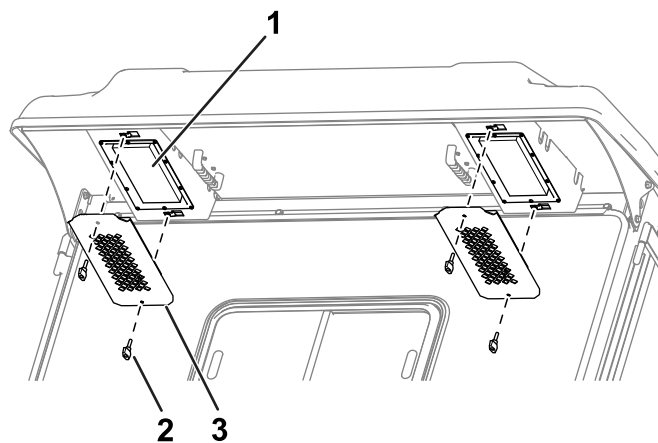

Figura 116
1. Retire los pomos y las rejillas del reborde trasero de la cabina (Figura 116).
4. Utilice los pomos y las rejillas para instalar los filtros en la cabina (Figura 116).